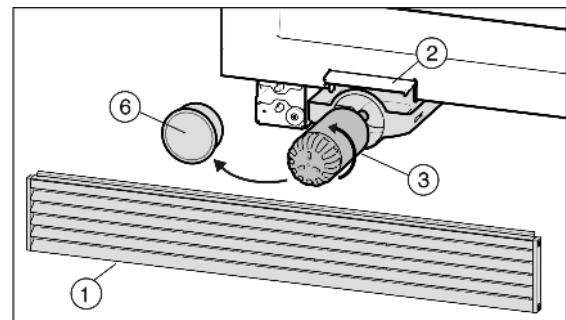

Fig. 5
- ▶ Sujete la rejilla de aire Fig. 5 (1) por la parte superior y retírela hacia delante.
- ▶ Abra la tapa de cambio de filtro Fig. 5 (2).
- ▶ Extraiga el filtro de agua Fig. 5 (3).
- ▶ Retire la tapa del filtro Fig. 5 (6).
- ▶ Gire el filtro de agua Fig. 5 (3) unos 100 ° en el sentido contrario a las agujas del reloj y retírela.